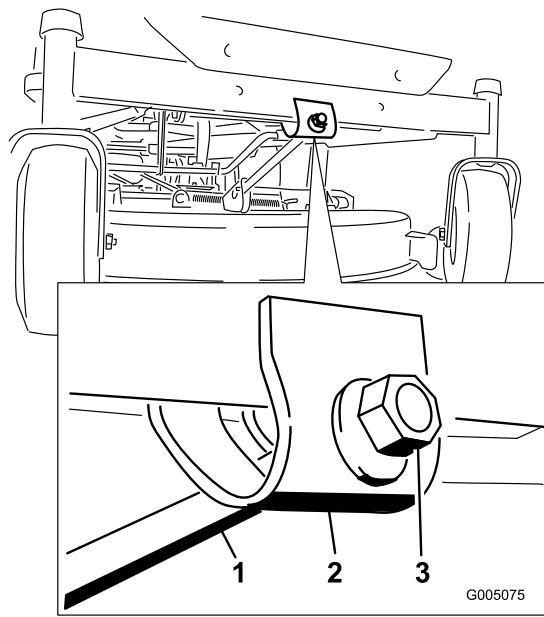

Bild 51
6. Drehen Sie für das Einstellen der Schnittmesserneigung in Längsrichtung die Einstellmutter vorne am Mähwerk (Bild 51).